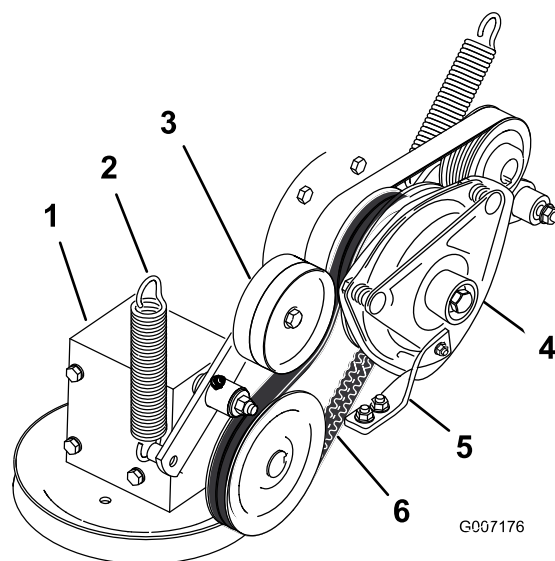

**Figura 91**
3. Desaperte os manípulos do painel frontal do motor e retire o painel (Figura 91).